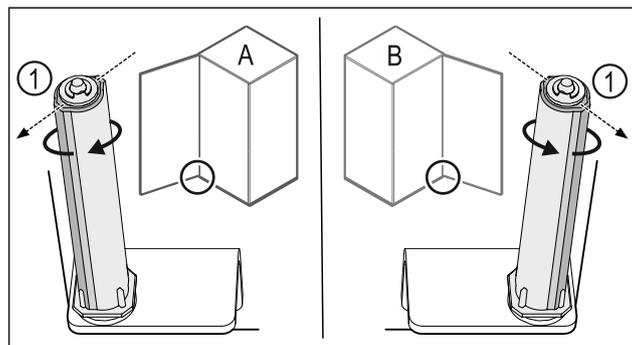

Fig. 48 Battuta di arresto sinistra (A) / battuta di arresto destra (B)
- Ruotare il sistema di chiusura in opposizione alla resistenza, fino a quando la staffa del sistema di chiusura Fig. 48 (1) non punta verso l'esterno.